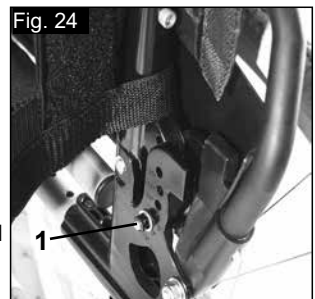

FIG. 24
El respaldo puede ser ajustado a 6 posiciones diferentes (-5° hacia delante, 0°, 5°, 10°, 15° y 20° hacia atrás). Para modificar el ángulo, retire el tornillo (1), establezca el ángulo deseado y vuelva a ajustar el tornillo (Fig. 24).